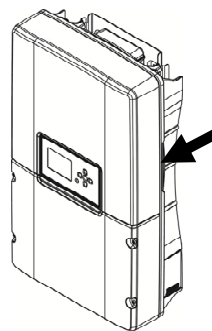

Abbildung 1.3.2: „Handgriffe“
- Beide Seiten des Wechselrichtergehäuses sind schmaler, damit Sie das Gerät besser greifen können. Heben Sie den Wechselrichter vorsichtig an den „Handgriffe“, wie in *Abbildung 1.3.2* gezeigt, aus dem Karton.